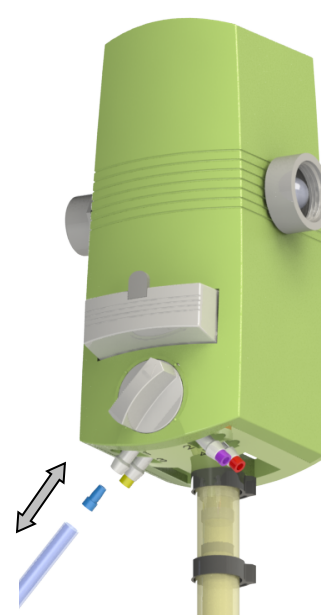

Fig. 6
6. Insira os bocais nas espigas de entrada e coloque os tubos de aspiração. Para calibrar a dosagem, altere os bocais para localizar o correcto (fig. 6).